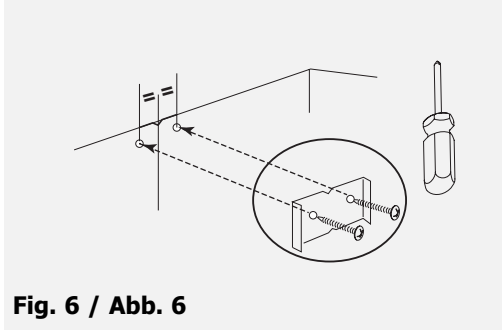

Fig. 6 / Abb. 6
- Fixe contra a parede, apoiado ao tecto, o suporte da chaminé metálica (**fig. 6**).